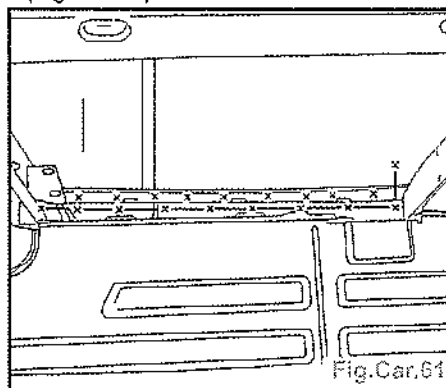

Fig. Car.61
- Tracer, puis découper à l'aide d'une scie (Fig. Car.61).